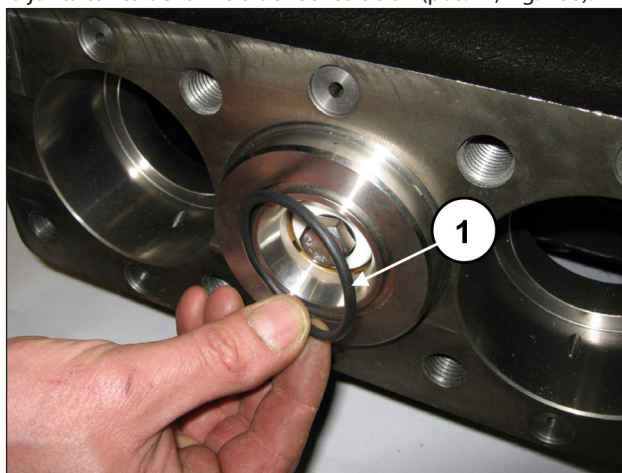
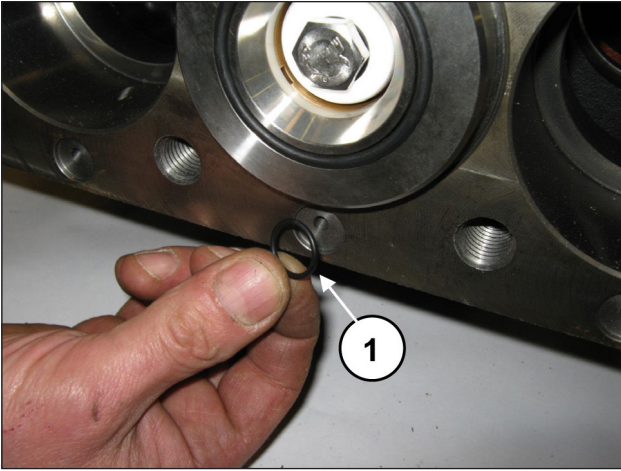

Fig. 187
Fig. 188
Montar la junta tórica frontal de la camisa (pos. ①, Fig. 187) y la junta tórica del orificio de recirculación (pos. ①, Fig. 188).